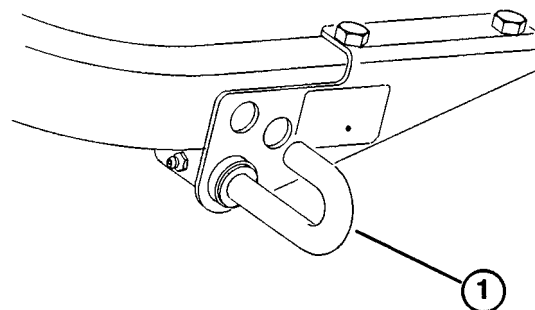

Fig. 7
**LEVA DI ESCLUSIONE TOSATURA** (Fig. 7)—Blocca il pedale di tosatura per impedire che gli apparati di taglio si avviino accidentalmente. Per sbloccare, tirare la spina di esclusione tosatura, girarla in senso orario, ed inserirne l'estremità a manico d'ombrello nel foro posteriore della staffa.